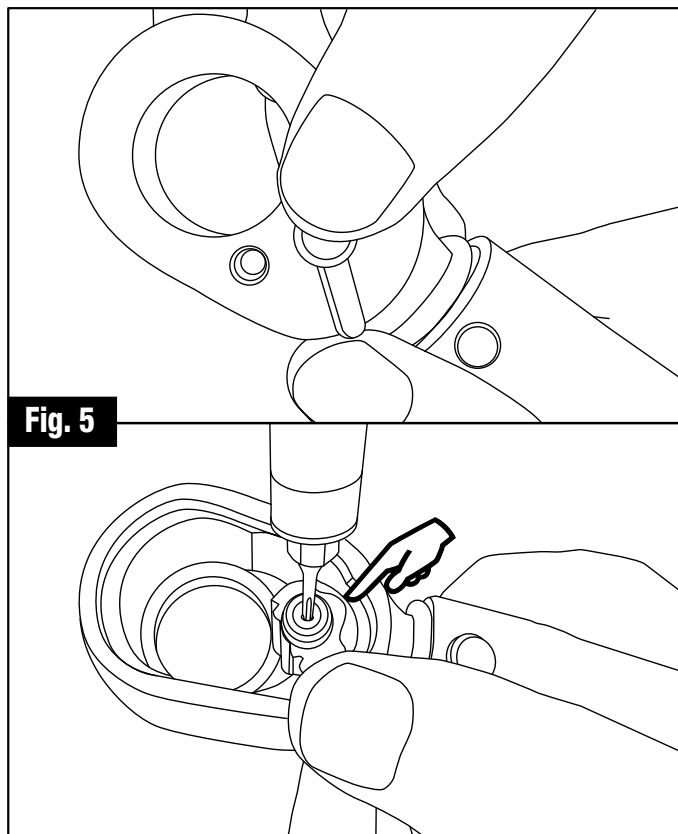

Fig. 5
Paso 5: Inserte el interruptor en el agujero cuadrado en el trinquete, asegurándose que la cola del interruptor y la parte inferior del trinquete (ver la fig.5) los dos estén apuntándose en la misma dirección. Luego sujete con el tornillo del interruptor.